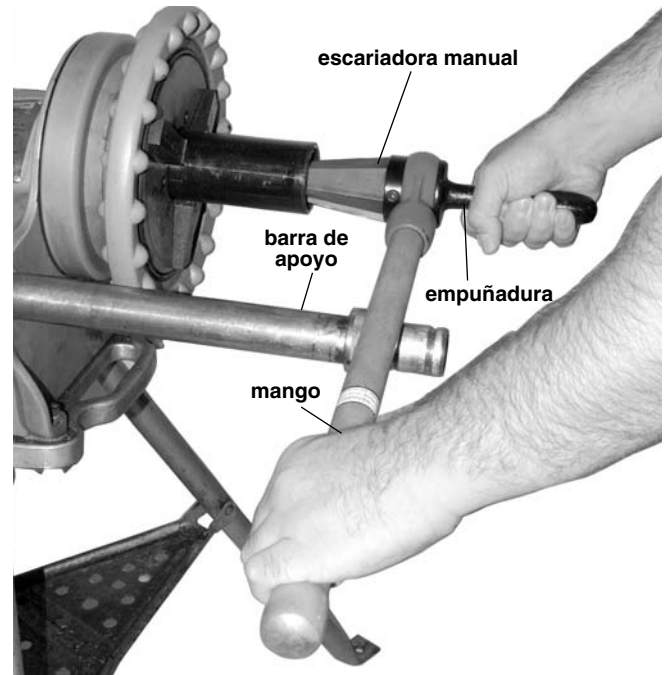

Figura 6 – Escariado de tubos con escariadora manual
4. Pose el mango en la barra de apoyo izquierda (Figura 6) y sostenga la empuñadura de la escariadora con su mano derecha. Sus dedos no deben tocar la zona donde hacen contacto la escariadora y la barra de apoyo. Pueden sufrir pellizcos.